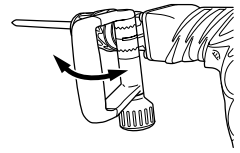
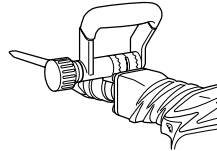
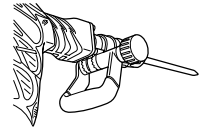

Fig. 6
Fig. 7
Fig. 8
- (2) Régler la poignée à une position facilitant le fonctionnement vertical (de haut en bas), comme indiqué à la Fig. 6, la Fig. 7 et la Fig. 8.
- (3) Tourner la saisie dans le sens de **B** et fixer la poignée.